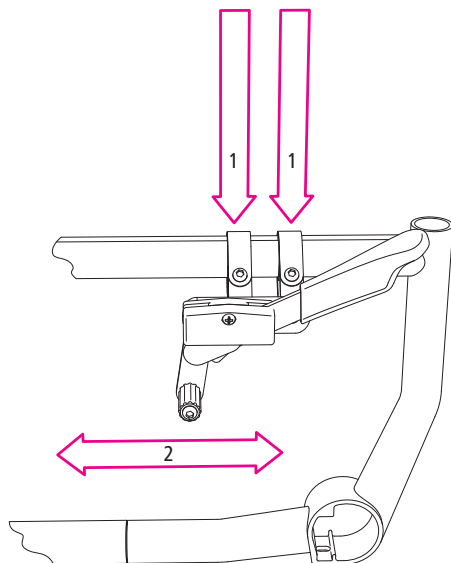

Abb.62
1. Lösen Sie dafür die beiden Schrauben der Schellen, die den Bremsträger mit dem Seitenrahmen verbinden (1, Abb. 62).
2. Sie können den Bremsträger nun verschieben, bis der gewünschte Abstand erreicht ist (2, Abb. 62).
3. Ziehen Sie anschließend die beiden Schrauben wieder fest an (1, Abb. 62).